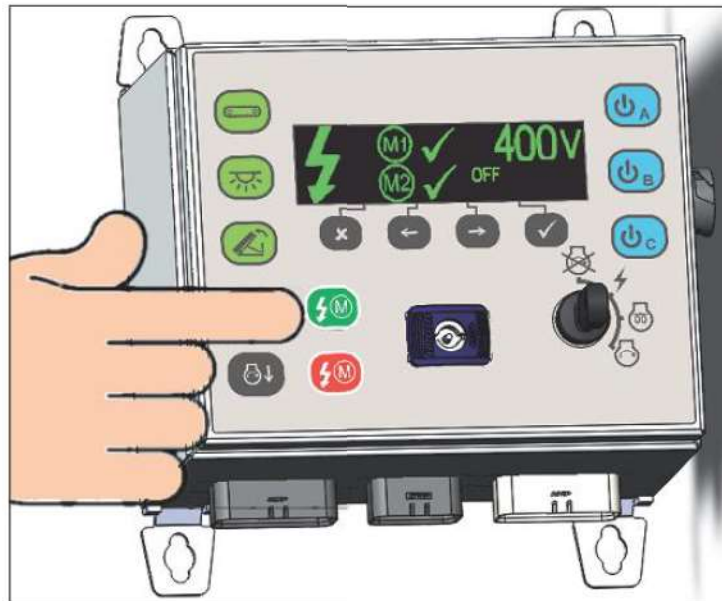

Figure 4.21 - Start elektrische motor
5. Wanneer er wisselstroomvermogen is en de operator de machine op wisselstroomvermogen wil laten draaien, drukt u op de groene motorstartknop, zie afb. 4.21.